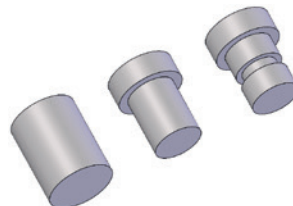

Bild 1.7
- Der **Fertigungsansatz**: Der Fertigungsansatz orientiert sich an einer zur Fertigung des Teils möglichen Reihenfolge. Beispielsweise wird einem Rundmaterial auf einer Drehmaschine Stück für Stück Material entfernt (Bild 1.7).